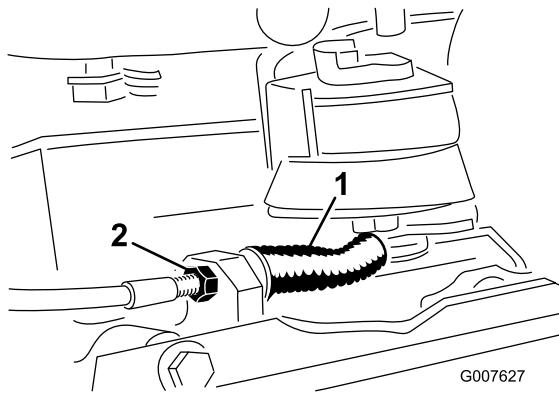

图40
- 要减少拉线的张力应拧松前拉线锁紧螺母同时拧紧后锁紧螺母图40。必要时重复步骤1和2并调节张紧力。
- 要增加拉线的张力应拧紧前拉线锁紧螺母同时拧松后锁紧螺母图40。必要时重复步骤1和2并调节张紧力。